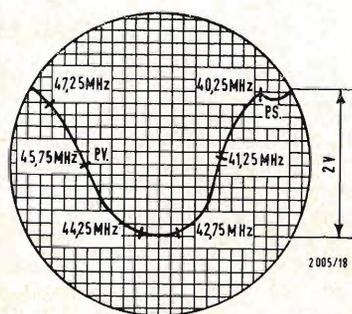

Fig. 11
- 24) eseguire le operazioni indicate nella Tabella 1. (curva fig. 11)